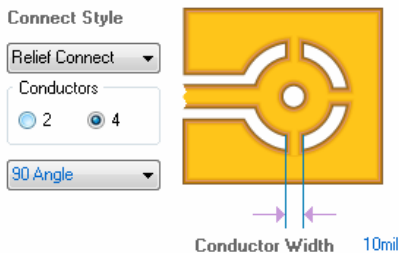

图 12-25 Polygon Connect Style 设计规则
Polygon Connect Style 设计规则约束焊盘与属于同一个网络的覆铜的连接方式，其约束区域如图 12-25 所示。
2) Conductors: 设置热释放连接的铜轨数, 一般为 2 或 4 个, 如图 12-25 所示。